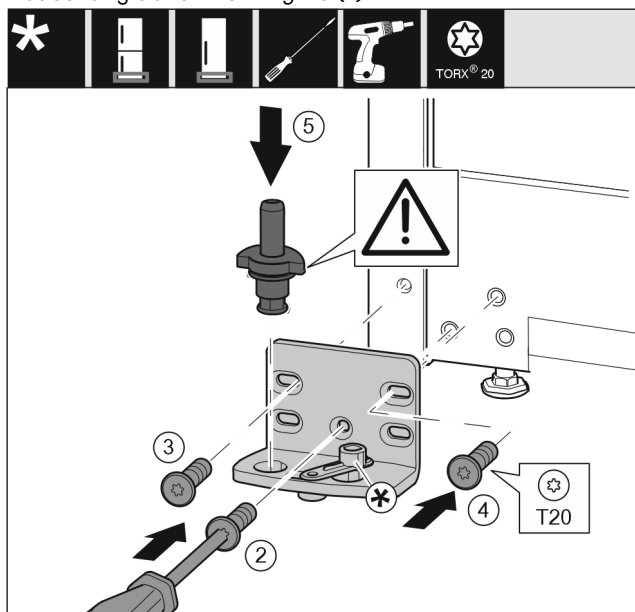

Fig. 11
- Lagerbock auf der anderen Seite ansetzen und mit Hilfe eines Schraubendrehers T20 anschrauben. Mit Schraube 2 unten in der Mitte beginnen. Fig. 11 (2)
- Schraube 3 und 4 festschrauben. Fig. 11 (3,4)
- Lagerbolzen komplett einsetzen. Dabei darauf achten, dass der Rastnocken nach hinten zeigt. Fig. 11 (5)